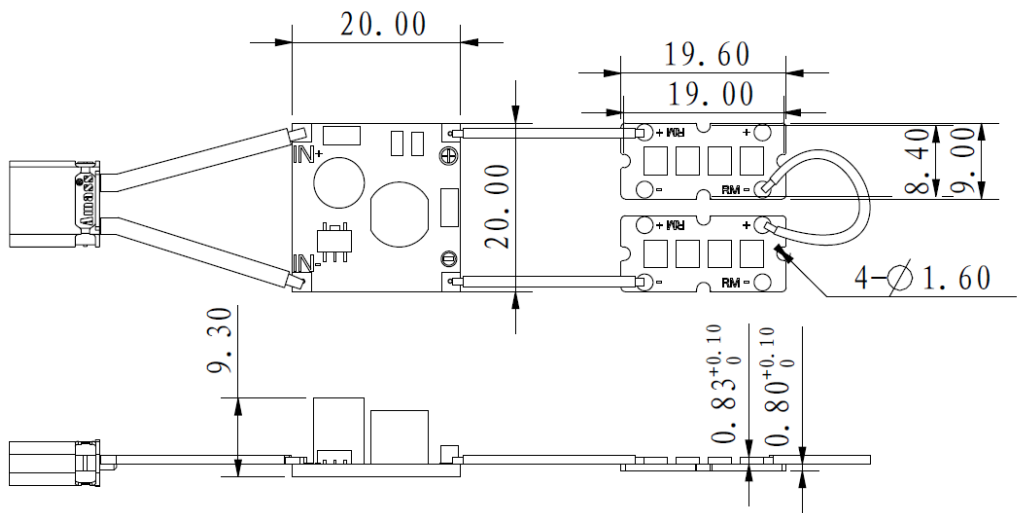

图 2 荧光弹充能装置尺寸图
3. 将紫外灯板安装在槽孔内，并固定好（可利用图 2 所示的紫外灯板上的 4 个直径 1.6 的半圆槽固定）